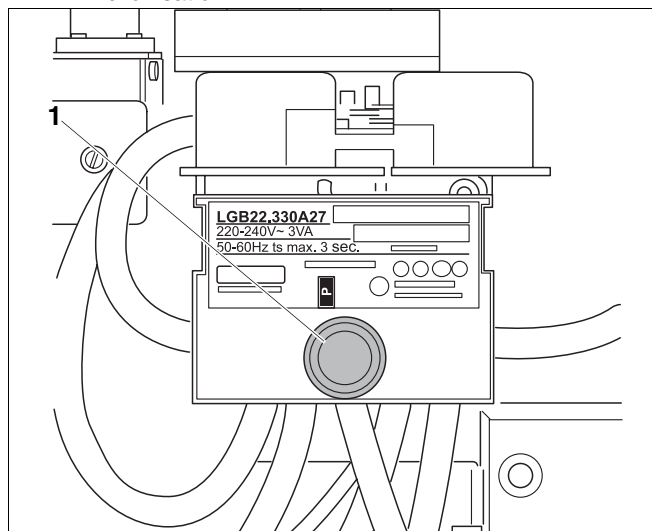

Fig. 18 Bouton de réarmement avec témoin lumineux de panne intégré
- Appuyez sur le bouton de réarmement (fig. 18, **pos. 1**).